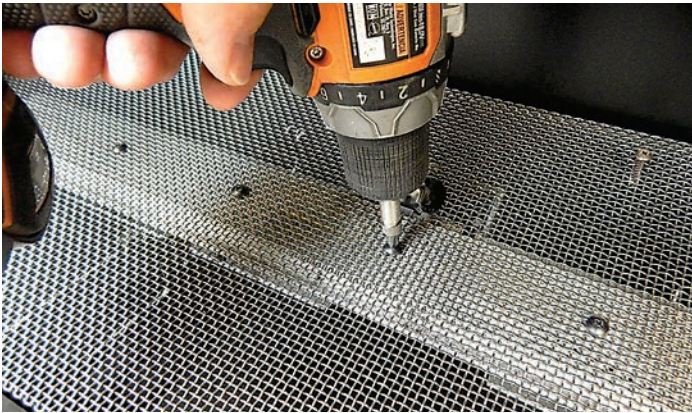

Figure 4
7. À l'aide d'un tournevis Phillips, retirer les vis Phillips à tête tronconique qui fixent l'écran du brûleur et mettre l'écran de côté. Le modèle DVLL38BP comporte sept (7) vis et le modèle DVLL48BP comporte neuf (9) vis. **Voir Figure 4.**